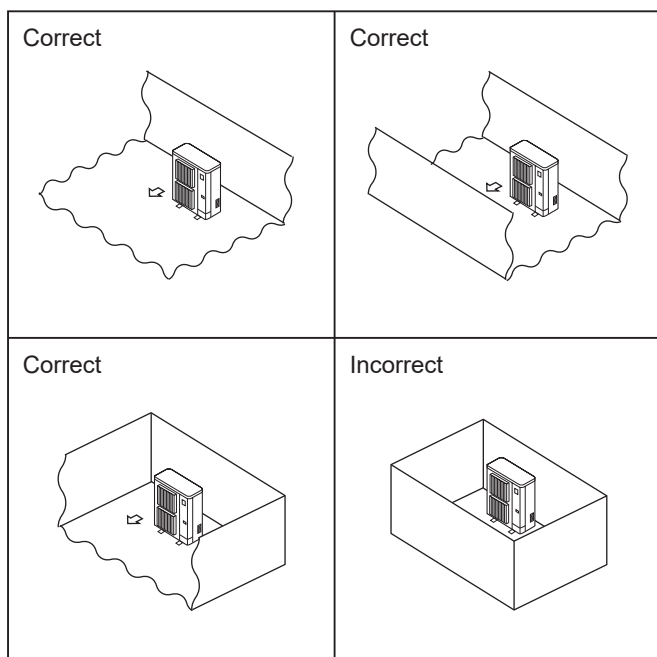

Fig. 2-1
- ⊙ Installer l'appareil extérieur à un endroit où l'une des quatre faces au moins est libre, et dans un espace suffisamment grand sans dépressions. (Fig. 2-1)